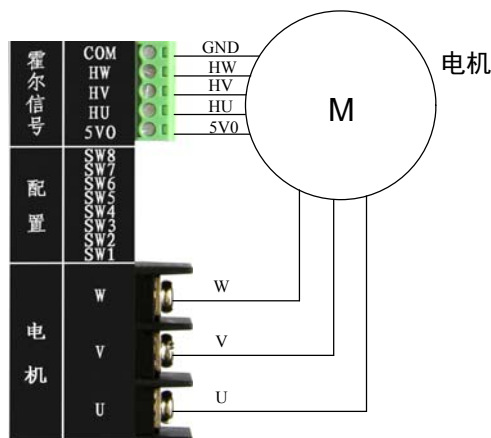

图 3.2 电机接线图
- 3) 将电机的 U、V、W 三相线电源线接到驱动器电机接口的 U、V、W，将电机的霍尔传感器电源线正负极（通常正极为红色，负极为黑色，具体参照电机的相关资料）分别接到驱动器霍尔信号接口的 5V0 和 HGND，霍尔传感器的三霍尔位置信号线接到驱动器霍尔接口的 HU、HV、HW，如图 3.2 所示。